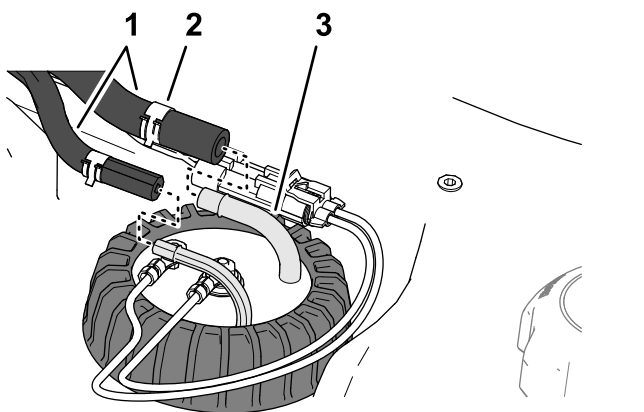

Figura 120
4. Deplasați clemele care fixează furtunurile pe fittingurile părții interioare a transmițătorului pentru combustibil și îndepărtați furtunurile de fittinguri (Figura 120).